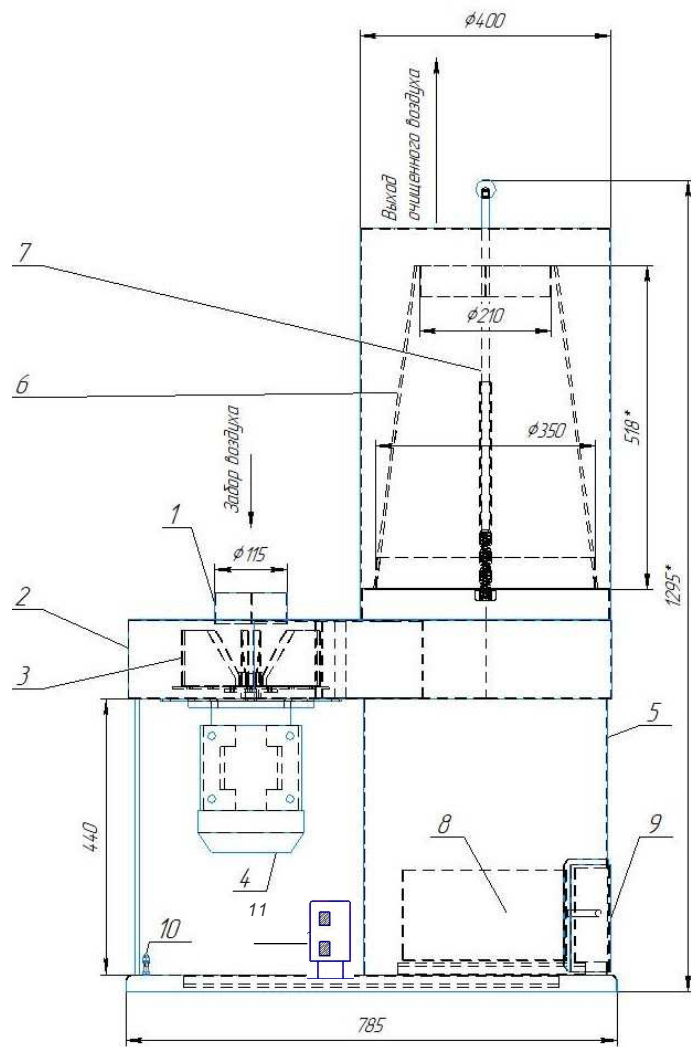

Рис. 2
Воздушный поток по воздуховоду 1 (рис.2) поступает в центральную часть улитки 2 пылеулавливателя, где вращающееся рабочее колесо 3, приводимое в действие электродвигателем 4, ускоряет поток и вводит его в корпус пылеулавливателя. В результате центробежных сил, взвешенные пыль и крупные частицы в потоке воздуха, отбрасываются на стенки корпуса пылеулавливателя. Крупные сырьевые частицы выпадают из потока под действием собственного веса, осыпаясь в нижнюю часть пылеулавливателя, пыль задерживается в фильтре 6. Для вывешивания фильтра используется подвеска с подпружиненным штоком 7. Фильтр легкосъёмный и крепится к корпусу пылеулавливателя хомутами.
6.3.1. Корпус пылеулавливателя должен быть надежно присоединен через заземляющий проводник 10 (рис.2) к цеховому контуру заземления.
Электрооборудование пылеулавливателя состоит из одного трёхфазного электродвигателя и пусковой защитной аппаратуры пускателя 11 (рис.2).